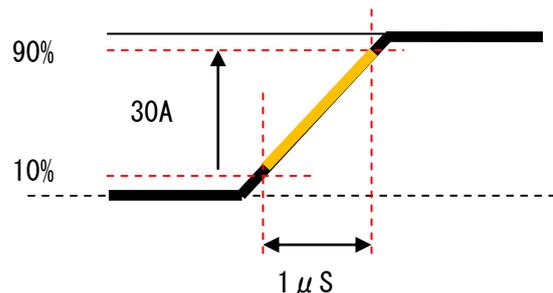
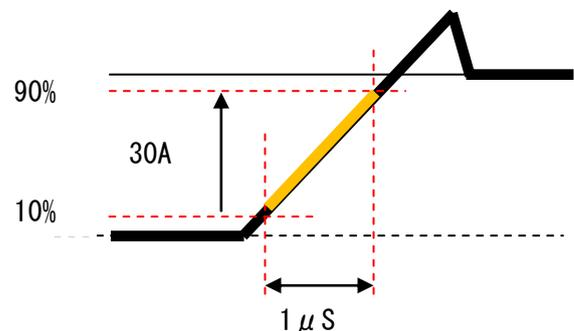
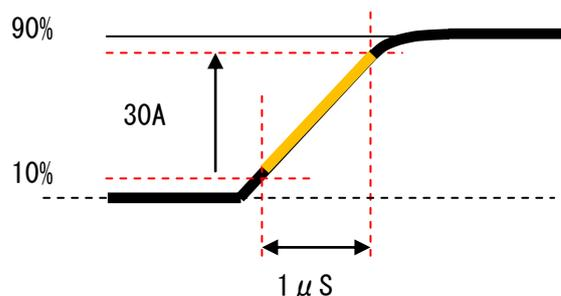

図3 理想的な波形
図4 オーバーシュート波形
図5 90%以上で緩やかになる波形
カタログに「スルーレート 30A/ μ S」と記載があった場合、図3の波形を想像しますが、実際は図4、図5でも10%から90%までの変化が①と同じなため、どれも30A/ μ Sのスルーレートと呼ばれます。